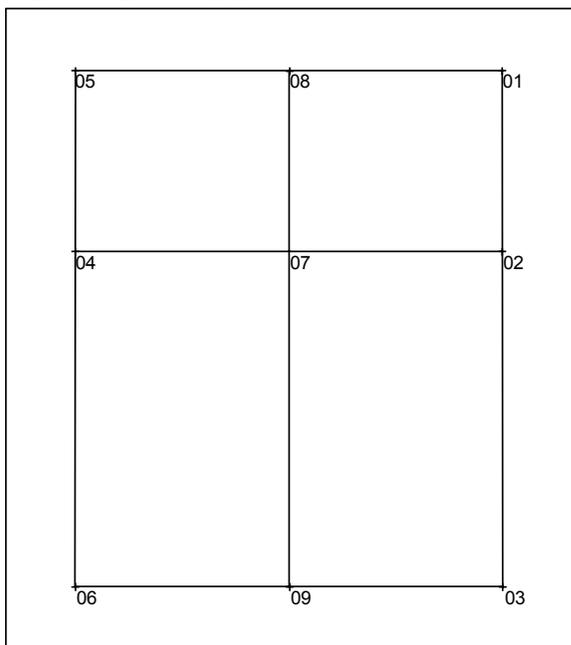

Bild 18-14
**1. Teilschritt: Punkte der Hinteren Mitte, der Vorderen Mitte und der Seitennaht konstruieren (Bild 18-14)**